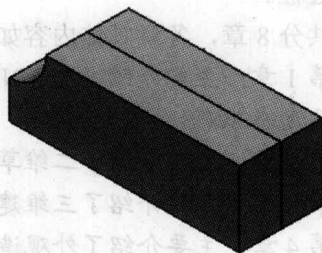

图 3-386 创建拉伸特征
(1) 在【特征】工具条中单击【拉伸】按钮,弹出【拉伸】对话框,然后根据图 3-386 所示进行操作。